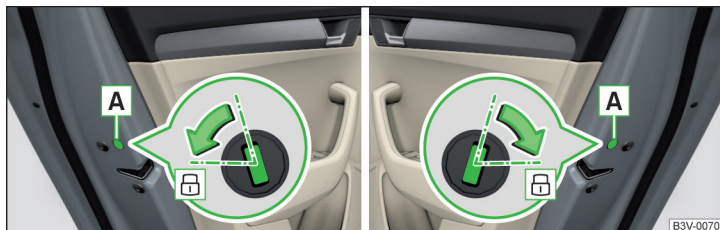

Fig. 354 Încuierea în regim de urgență: portiera spate stânga/dreapta
- › Deschideți respectiva portieră spate și îndepărtați masca **A** » fig. 354.